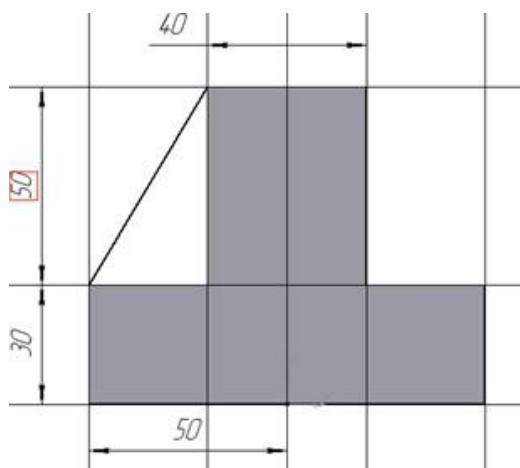

Рис.91 Построение эскиза ребра жесткости
4. Для построения ребер жесткости на фронтальной плоскости проекций построим эскиз (рис.91), для которого предварительно сделаем вспомогательными прямыми